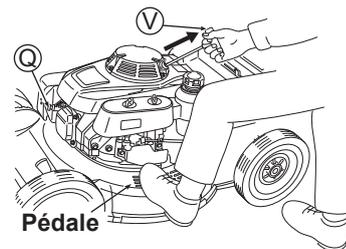

Fig. 11
1. Installez le capuchon de la bougie (Q). (Voir Fig. 11)
4. Pour démarrer le moteur, placez un pied sur la pédale du logement, tirez doucement sur le bouton du Démarreur (V) et arrêtez temporairement de tirer lorsque vous sentez une certaine résistance du bouton, puis tirez fortement sur le bouton à partir de cette position. Après cela, faites doucement revenir le bouton du Démarreur (V) dans sa position initiale. (Voir Fig. 11)